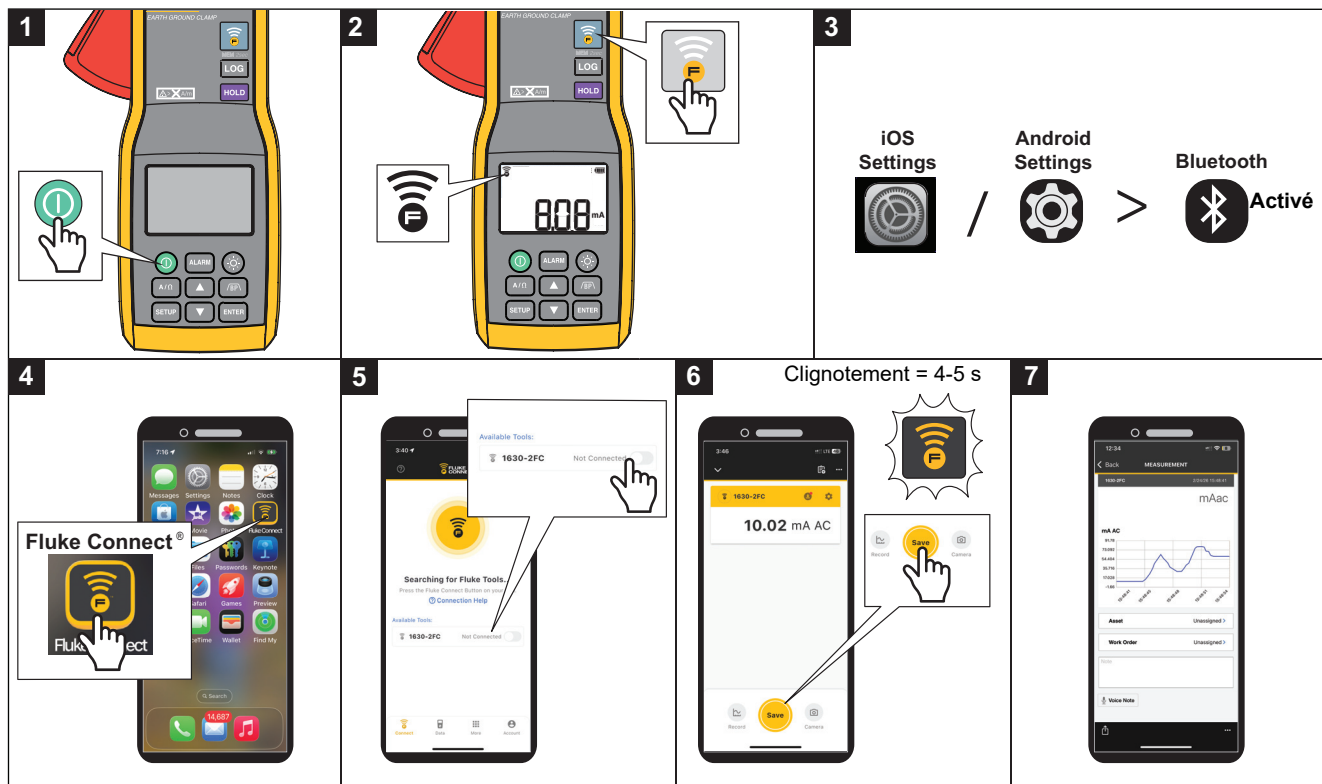

Figure 13. Fluke Connect®
1. Allumez le multimètre. Voir la Figure 13.